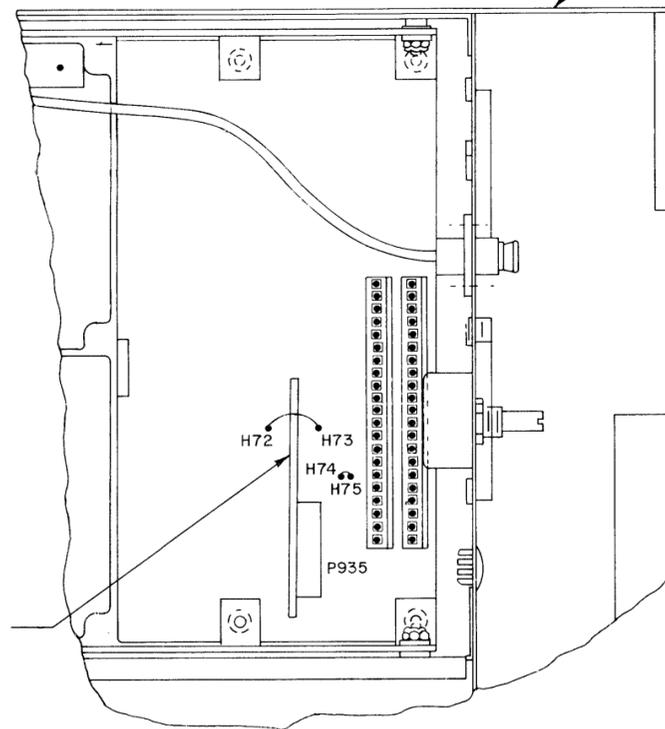

FIG. 2
C) PLUG IN RECEIVER VOTING TONE BOARD AT P935 AS SHOWN IN FIG. 2.